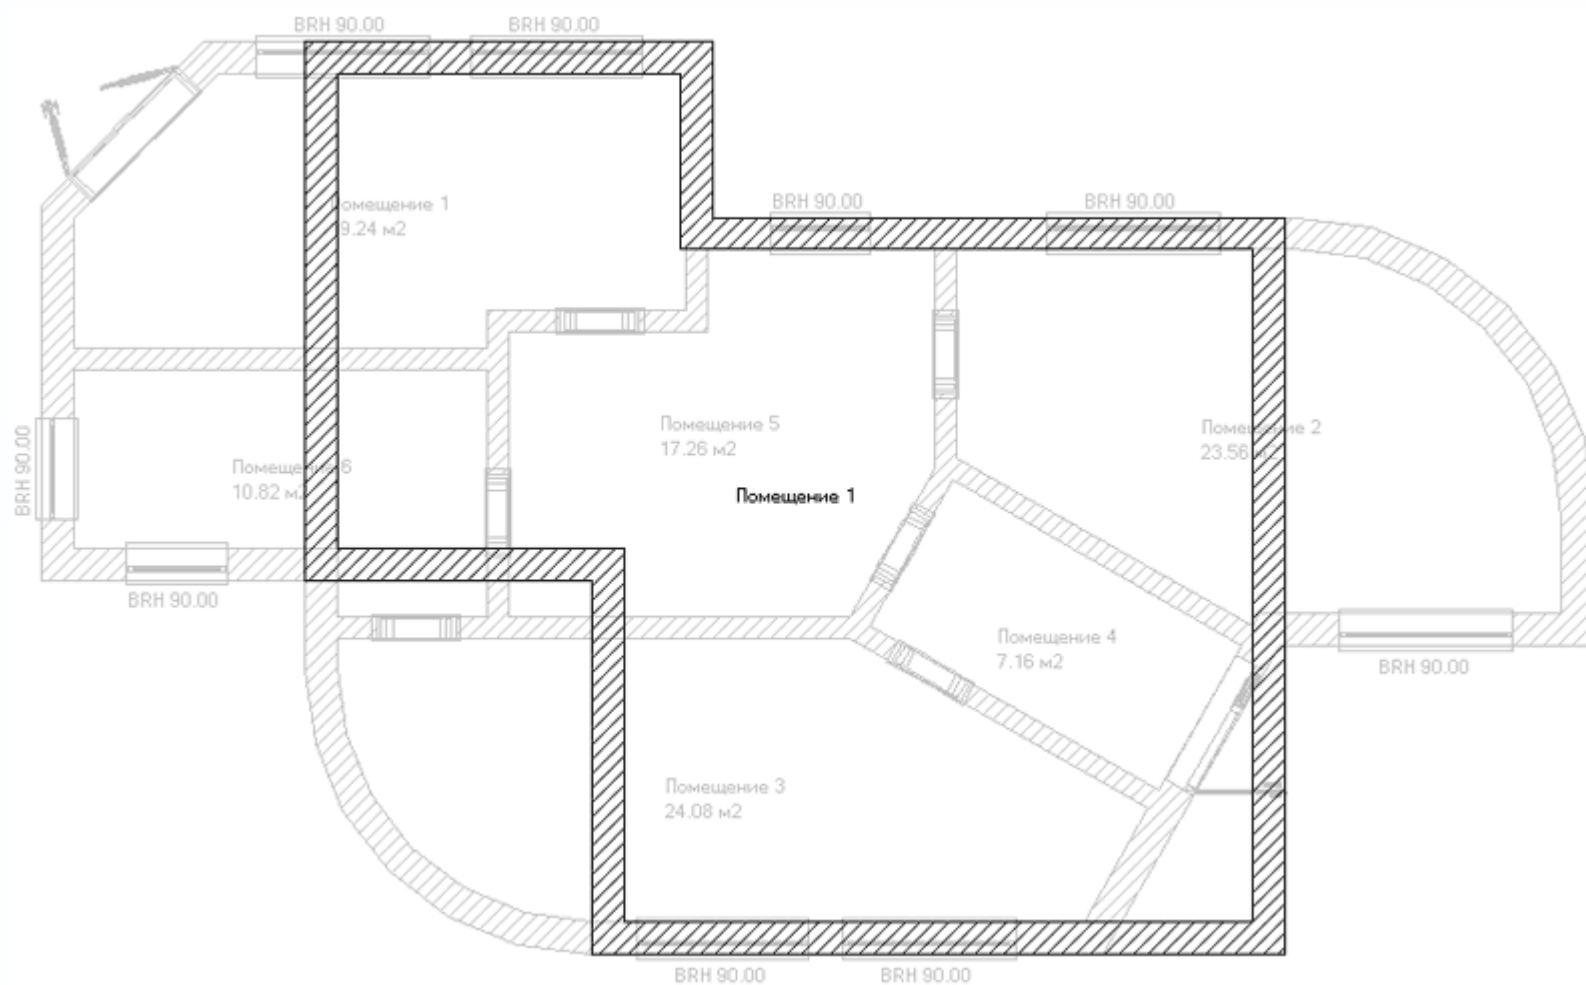

Рис. 1.72. Контур внешних стен второго этажа
2. Выполните команду Наружная стена (толщина 30 см) из группы кнопок для построения стен на вертикальной панели инструментов. На дополнительной вертикальной панели инструментов активируйте способ построения Непрерывный ввод стен. После детального описания постройки внешних стен первого этажа вам будет нетрудно, используя привязки к характерным точкам стен, построить план верхнего этажа (рис. 1.72). Для этого достаточно последовательно щелкать кнопкой мыши на вершинах многоугольника, описывающего контур внешних стен.